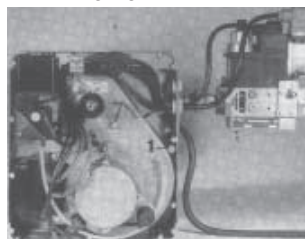

Abb. 33
- 3 Befestigungsschrauben (Abb. 33) mit 5-mm Inbusschlüssel lösen